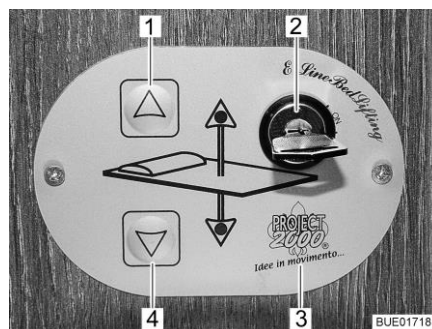
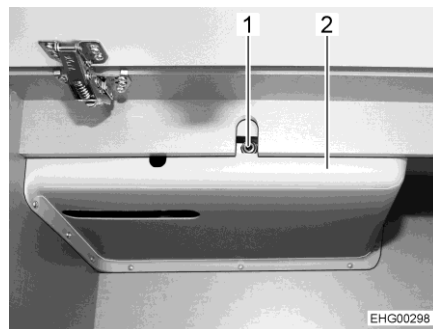

Bild 100 Bedienteil
Bild 101 Zugang zum Antrieb
- Bedienteil** Mit den Tasten (Bild 100,1 und 4) auf dem Bedienteil (Bild 100,3) wird das Hubbett abgesenkt oder angehoben. Mit dem Schlüsselschalter (Bild 100,2) wird das Bedienteil gegen unbefugte Benutzung gesichert.
- Schlüssel im Schlüsselschalter (Bild 100,2) um 90° im Uhrzeigersinn drehen. Das Bedienteil (Bild 100,3) ist aktiviert.
- Pfeiltaste (Bild 100,4) drücken und so lange gedrückt halten, bis das Hubbett in die gewünschte Position nach unten gefahren ist.
- Pfeiltaste (Bild 100,1) drücken und so lange gedrückt halten, bis das Hubbett in die Endstellung nach oben gefahren ist.
**Notbetrieb** Wenn sich das Hubbett mit den Pfeiltasten (Bild 100,1 und 4) nicht mehr bewegen lässt, zuerst die Sicherung hinter der Verkleidung (Bild 101,2) prüfen (siehe Abschnitt 9.10). Wenn die Sicherung in Ordnung ist und sich das Hubbett trotzdem nicht bewegen lässt, das Hubbett manuell bedienen.
- Beiliegende Kurbel oder Innensechskantschlüssel in die Aufnahme am Motor (Bild 101,1) stecken.